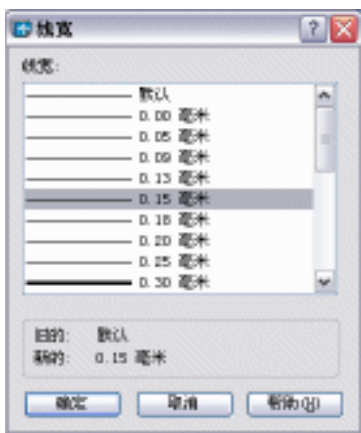

图 5-2-4
- STEP 08** 单击点划线的“线宽”项，在打开的“线宽”对话框的“线宽”列表框中选择 0.15 毫米，如图 5-2-4 所示。